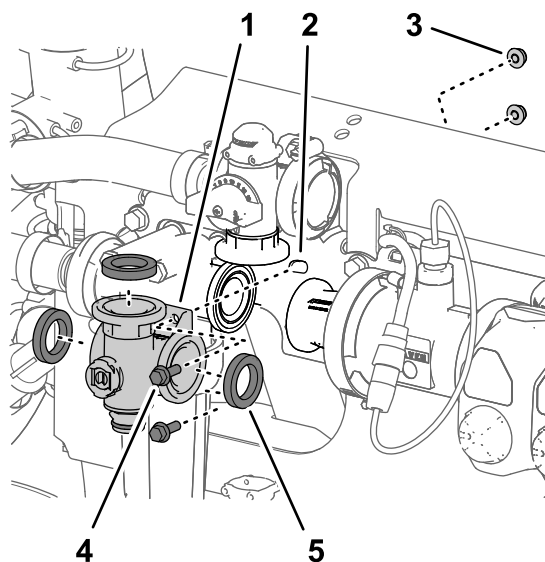

Figure 109
- Retirez les 2 boulons à embase ($\frac{1}{4}" \times \frac{3}{4}"$) et les 2 contre-écrous à embase ($\frac{1}{4}"$) qui fixent le collecteur de vanne d'agitation au support de vanne (Figure 109).
- Déposez le collecteur de vanne d'agitation et les joints de la machine (Figure 109).